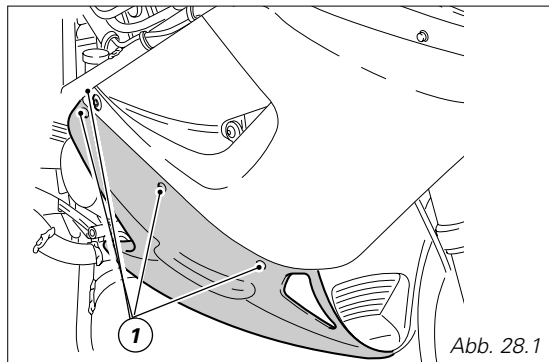

Abb. 28.1
Die vier Schrauben (1), die die unteren Verkleidungshälften an der oberen Verkleidung befestigen (Abb. 28.1), lösen.